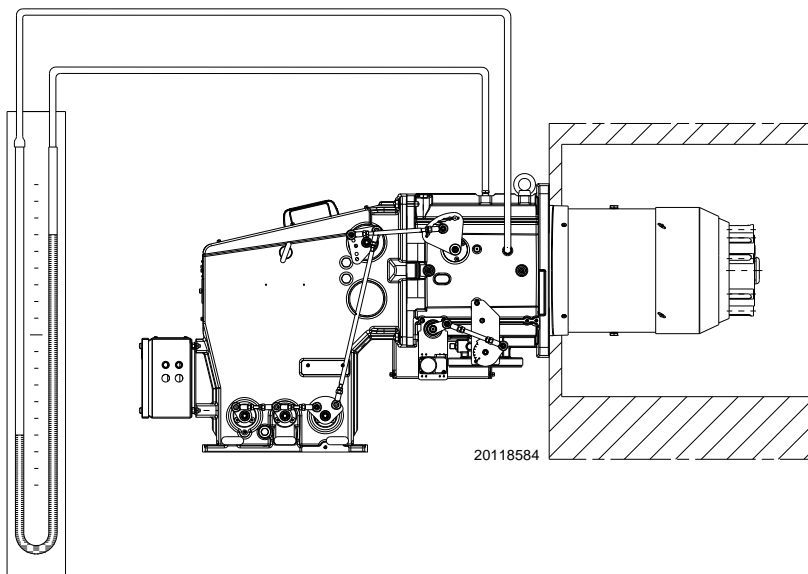

Fig. 24
- Montare un manometro a U o un manometro di tipo differenziale (Fig. 24), con presa (+) sulla pressione del gas del manicotto e (-) in camera di combustione.
L'arrivo del gas al manicotto è evidenziato dal manometro ad U (Fig. 24) oppure con l'ausilio di un manometro digitale posto sulla presa di pressione sotto il manicotto.